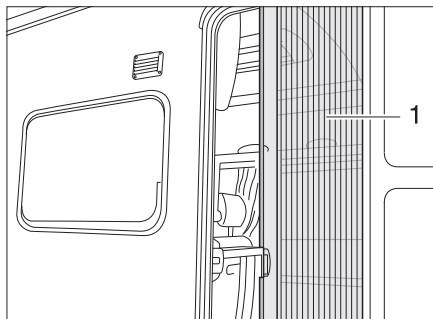

Fig. 26 Protezione contro gli insetti
- Estrarre completamente la protezione contro gli insetti mediante la maniglia (Fig. 26,1).
- Far rientrare la protezione contro gli insetti mediante la maniglia (Fig. 26,1).